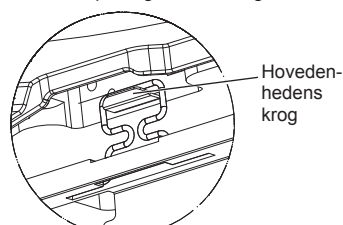

Fig. 5-6
- Når skruen er spændt, skal det kontrolleres, at de to gitterkroge (Fig. 5-6) har fat i krogene på hovedenheden.